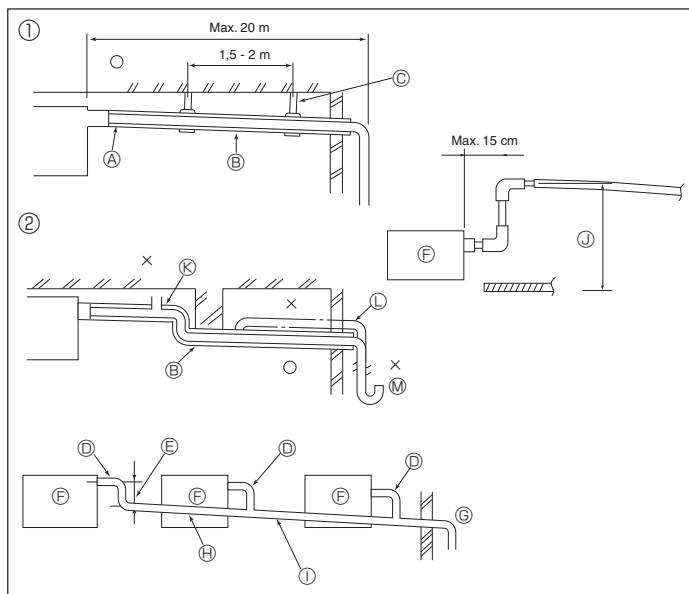

Fig. 5-1
5.1. Installatie van Drainebuizen (Fig. 5-1)